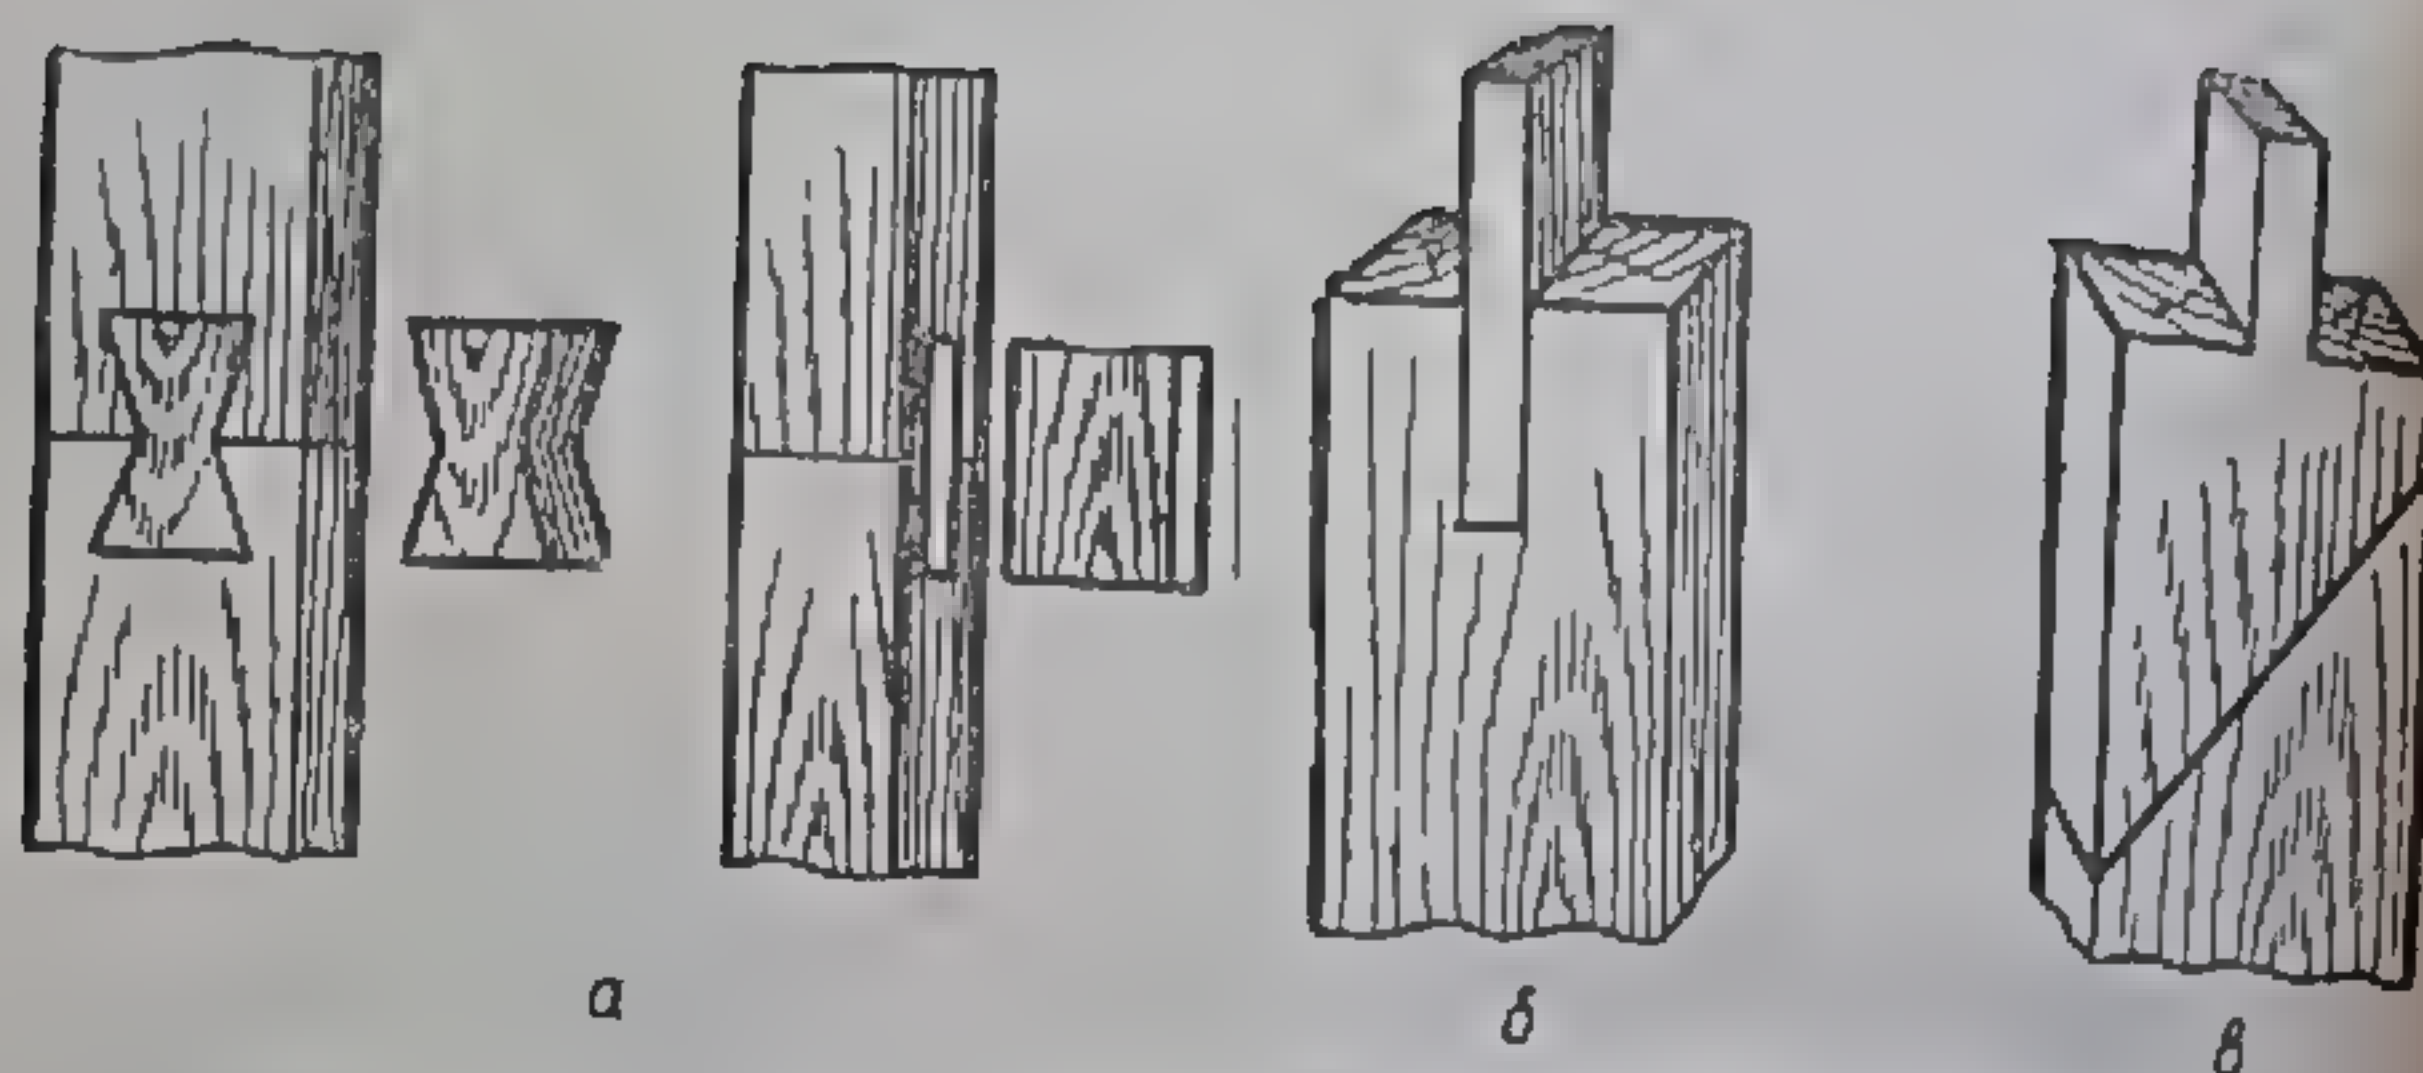

Рис. 200. Ремонт деталей:
2. Сращивание вставками или шкантами при изломе в торец (рис. 200, а).
3. Замена сломанного прямого плоского шипа вставкой нового плоского или круглого шипа (рис. 200, б).
4. Сращивание старой части детали с изготовленной новой на ус (рис. 200, в).
На каждое мебельное изделие, подлежащее ремонту, составляется дефектная ведомость. В ней отмечаются все виды дефектов, способы восстановления и последовательность работы. На с. 198 приведена дефектная ведомость на ремонт стула (см. также рис. 200).